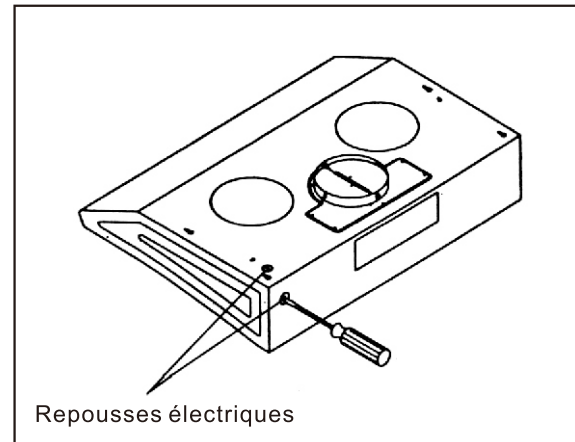

Fig. 6 Repousse électrique
1. Enlevez le dessus ou l'arrière de l'interrupteur tout dépendant de la connexion électrique (Fig. 6)
2. Desserrez l'interrupteur avec un tournevis (d'un côté comme de l'autre) et utilisez des pinces pour retirer l'interrupteur (Fig. 6 & 7)